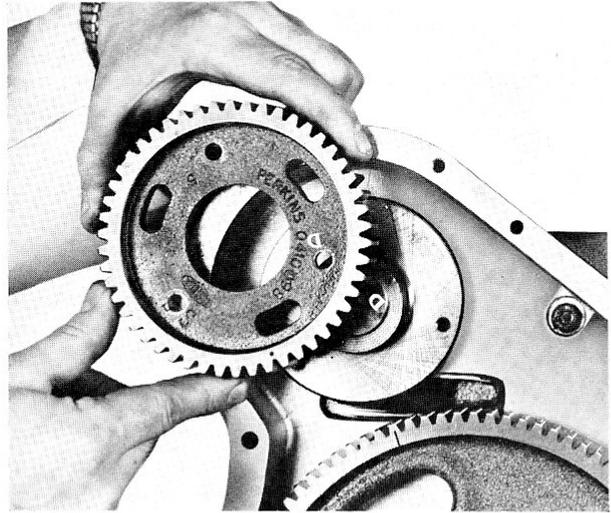

Fig. 18
- 1° Présenter le pignon de façon que le trou repère « D » du pignon soit aligné avec le repère « D » poinçonné sur le moyeu de l'arbre à cames (fig. 18) et que les repères de distribution soient en correspondance.